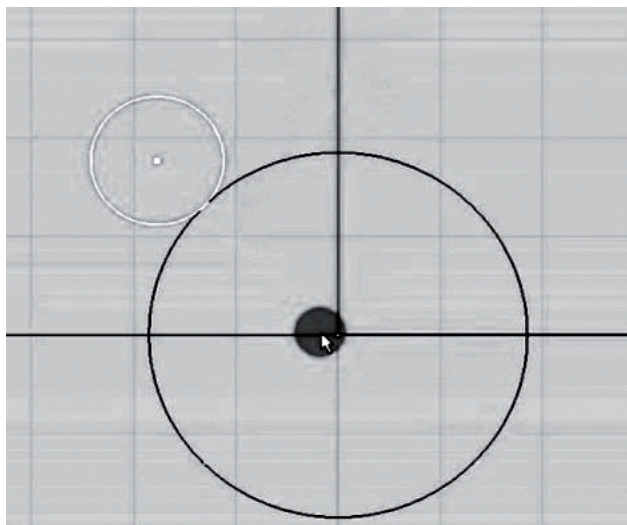

Рис. 100. Определение центра вращения для создания массива
9. Выделяем малую окружность и точку. Выбираем Rotate и задаем угол поворота 45° и центр вращения внутри большей окружности (рис. 100).